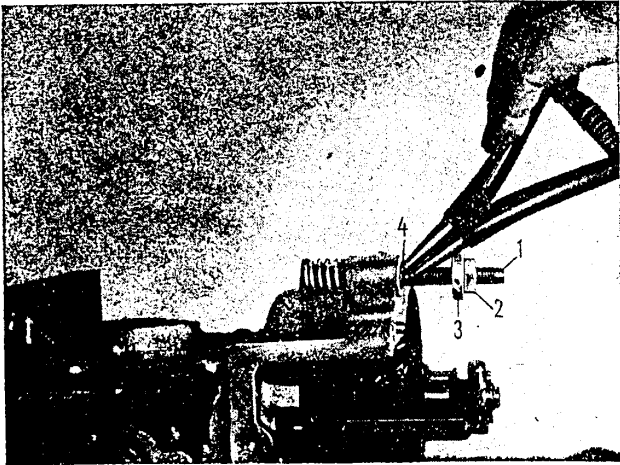

Bild M 141. Leerlaufschraube demontieren
- Leerlaufschraube demontieren. Dazu Sechskantmutter und Kreuzlochmutter abschrauben, mit Hilfe einer Sicherungszange Sicherungsring abnehmen (Bild M 141).